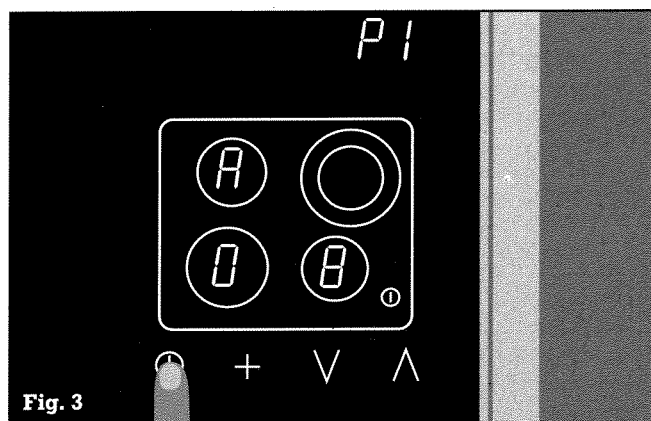

Fig. 3
- Pour enregistrer la valeur, effleurez le symbole Minuterie \ominus . Un signal sonore se fait entendre et **P i** reste allumé (fig. 3).